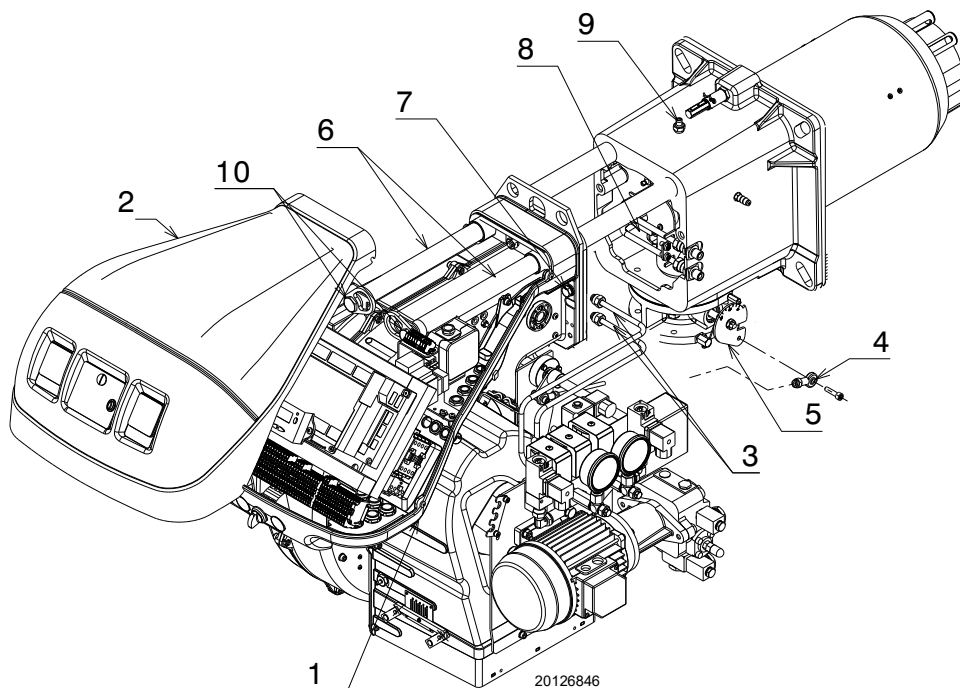

Рис. 56
- Ослабьте 4 винта 1)(Рис. 56) и снимите кожух 2).